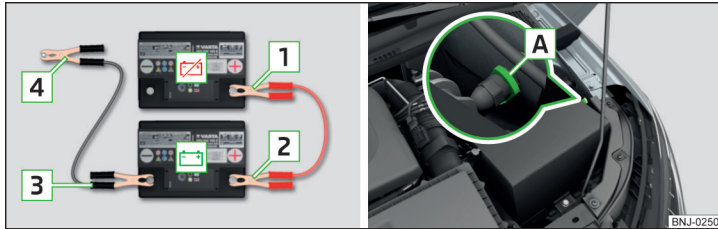

Abb. 188 Starthilfe: ☒ - entladene Batterie, ☒ - stromgebende Batterie / Massepunkt des Motors beim START-STOPP-System
- Bei Fahrzeugen **mit** dem START-STOPP-System die Klemme **4** am Massepunkt des Motors **A** befestigen » Abb. 188.